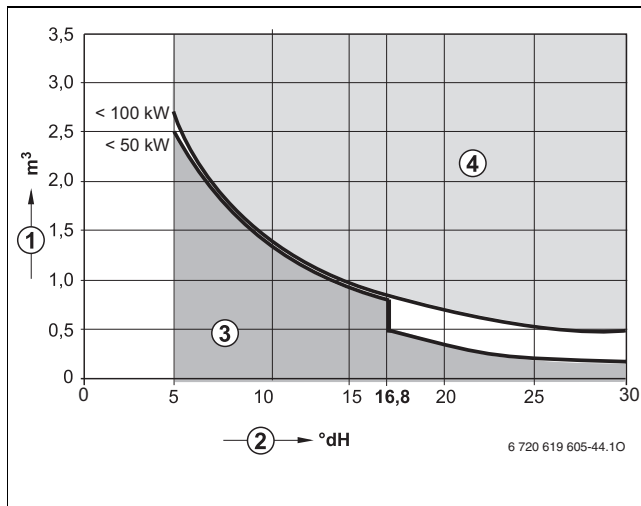

Fig. 6 Exigences requises pour l'eau de remplissage des chaudières individuelles jusqu'à 100 kW
- Utiliser exclusivement de l'eau du robinet non traitée (tenir compte du diagramme de la fig. 6).
Le diagramme fourni dans la fig. 6 permet de contrôler les quantités d'eau autorisées en fonction de la qualité d'eau de remplissage.
- Si le volume de remplissage effectivement requis est supérieur au volume d'eau sur la durée de vie de la chaudière (→ fig. 6), il est nécessaire de traiter l'eau. Pour cela, utiliser uniquement les produits chimiques, les produits de traitement de l'eau et autres produits similaires, homologués par Buderus.